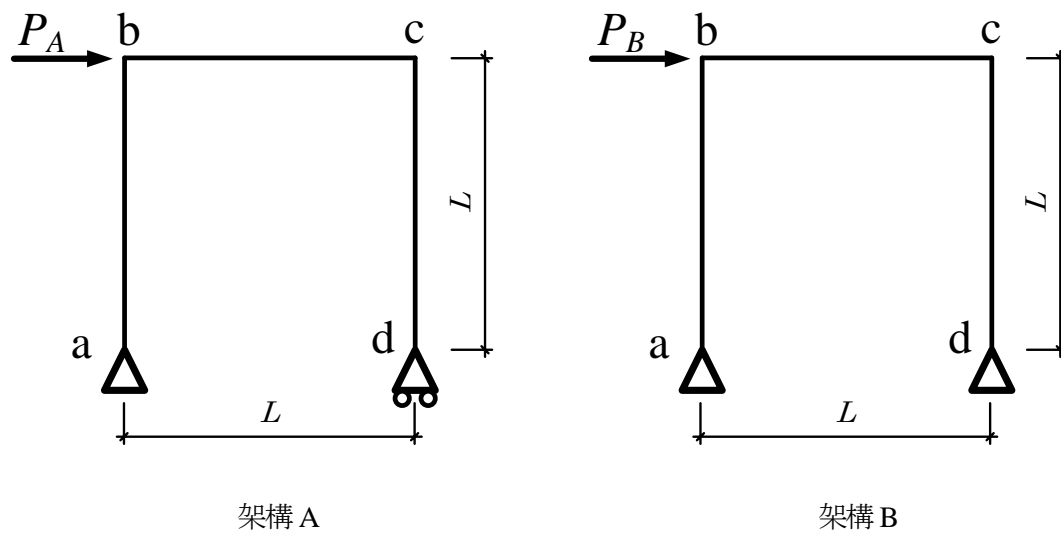

図 1-1
図 1-1 に示すようなスパンも高さも L の架構があり、 b 点に水平方向の力が作用している。2つの架構の違いは、 d 点での支持条件であり、架構 A は水平変位を拘束しない場合であり、架構 B は水平変形を拘束する場合である。この支持条件の違いが架構の性状に与える影響に関する次の (1) から (5) の問いに答えよ。